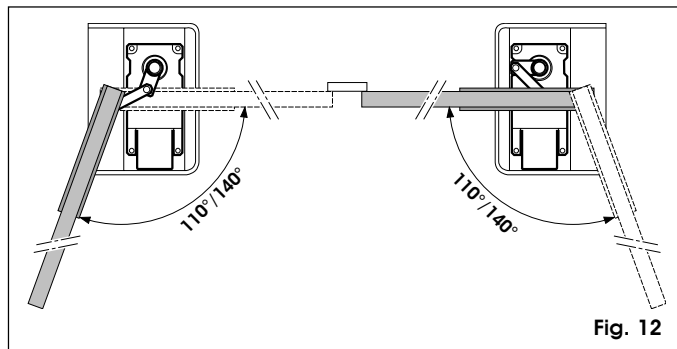

Fig. 12
**Nota bene :** pour définir le positionnement exact de l'opérateur avec les leviers pour des ouvertures à 110° et 140°, se référer à la fig. 12.